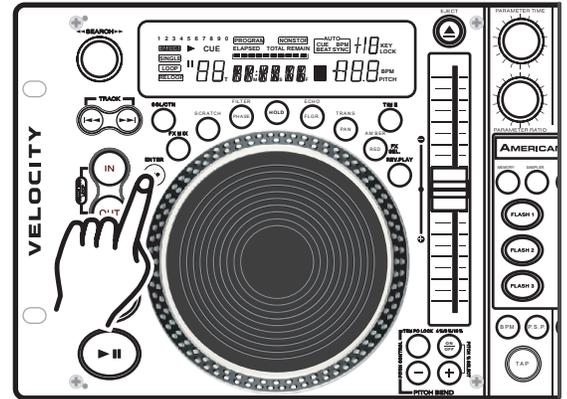

Figura 35
DURANTE LA REPRODUCCIÓN NORMAL, si se pulsa el BOTÓN TIME (10), cambiará la información del tiempo (54, 55, 56, y 59) en el visor (16). (Ver figura 35). El siguiente es un resumen de las configuraciones relativas al tiempo y su correspondiente definición:
- ELAPSED (64)** - La palabra "ELAPSED" que aparece en el visor LCD (54, 55 Y 56) alude al tiempo transcurrido de las pistas en curso.
- REMAIN (62)** - La palabra "REMAIN" que aparece en el visor LCD (54, 55 Y 56) alude al tiempo restante de las pistas en curso.
- TOTAL REMAIN (63)** - La frase "TOTAL REMAIN" que aparece en el visor LCD (54, 55 Y 56) alude al tiempo restante total de las pistas en curso.